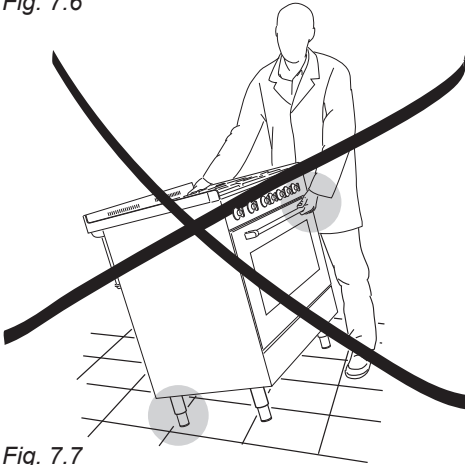

Fig. 7.7
**ATTENZIONE:** Non utilizzare la maniglia del forno per movimentare la cucina (fig. 7.7).